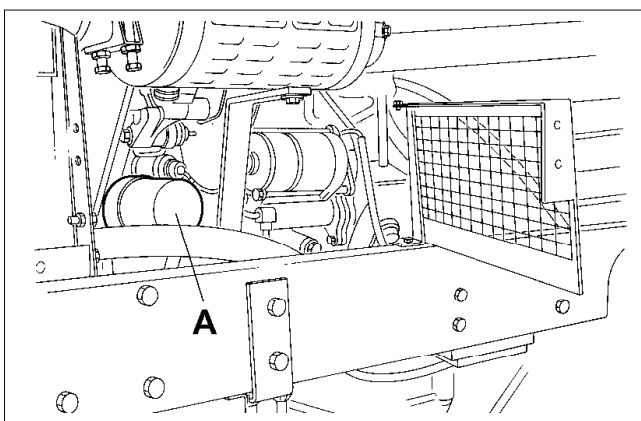

Fig. 27
- Ölfilterpatrone (A Bild 27) vom Motor abschrauben und entsorgen.
- (a) Svitare la cartuccia (A Fig. 27) dal motore, toglierla e gettarla.